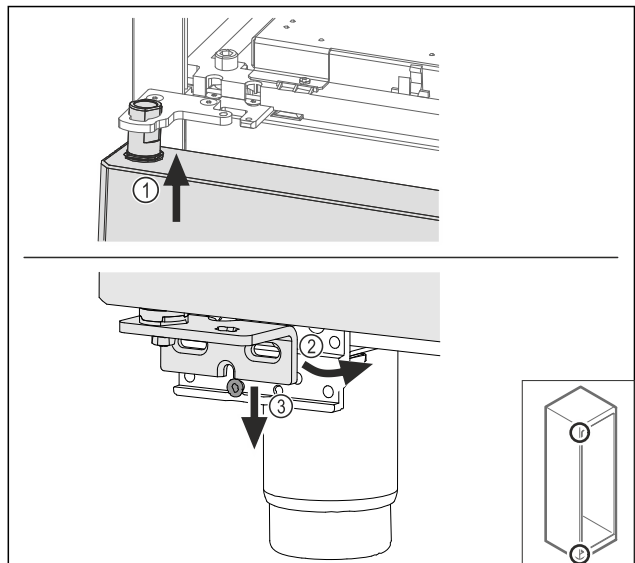

Fig. 68
- Inserire la porta leggermente inclinata in alto Fig. 68 (1), addezzare la porta Fig. 68 (2) e posizionarla in basso sulla vite del blocco di supporto Fig. 68 (3).